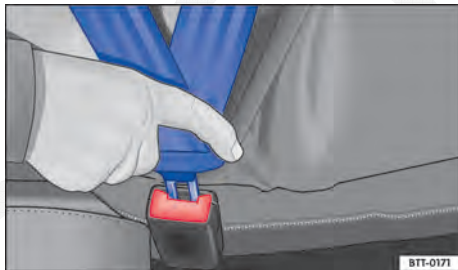

Fig. 77 Introduzir a lingueta do cinto de segurança no fecho do cinto de segurança.
- Introduzir a lingueta do fecho firmemente no fecho do cinto de segurança pertencente ao assento ⇒ Fig. 77.